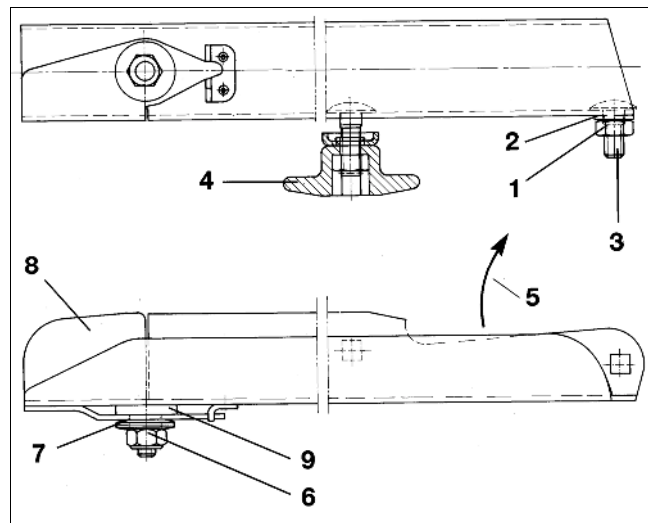

Fig. 54
- Lösen der selbstsichernden Mutter (Fig. 54/1).
- Entfernen der Unterlegscheibe (Fig. 54/2) und der Flachrundscheube (Fig. 54/3).
- Lösen der Flügelmutter (Fig. 54/4) und Streuschaufel auswechseln.
- Die selbstsichernde Mutter (Fig. 54/1) so anziehen, dass die Streuschaufel von Hand verschwenkbar ist.
Achten Sie auf die korrekte Montage der Streuschaufeln. Die offene Seite der U-förmigen Streuschaufel weist in Drehrichtung (Fig. 54/5).
- Selbstsichernde Mutter (Fig. 54/6) lösen und samt Tellerfedern (Fig. 54/7) entfernen.
- Schwenkflügel (Fig. 54/8) auswechseln.
- Selbstsichernde Messingmutter (Fig. 54/6) mit Drehmoment von 6 – 7 Nm anziehen, so dass der Schwenkflügel noch von Hand verschwenkbar ist, aber im Einsatz nicht selbständig nach oben schwenkt.
Auf Kunststoffscheibe (Fig. 54/9) zwischen Streuschaufel und Schwenkflügel achten.